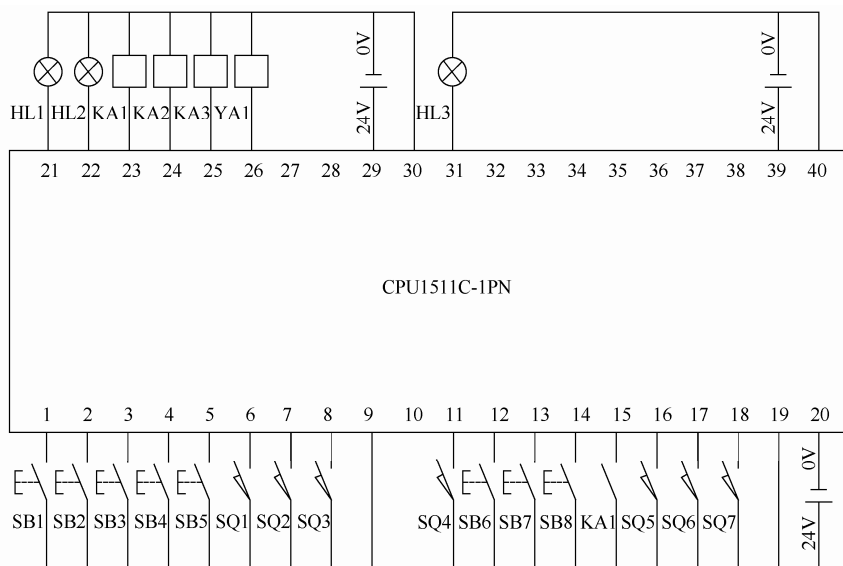

图 1-6 输入/输出接口
② 输入信号的设备的种类 输入信号可以是离散信号和模拟信号。当输入端是离散信号时，输入端的设备类型可以是限位开关、按钮、压力继电器、继电器触点、接近开关、选择开关以及光电开关等，如图 1-6 所示。当输入为模拟量输入时，输入设备的类型可以是压力传感器、温度传感器、流量传感器、电压传感器、电流传感器以及力传感器等。
② 输出信号的设备的种类 输出信号可以是离散信号和模拟信号。当输出端是离散信号时，输出端的设备类型可以是电磁阀的线圈、电动机启动器、控制柜的指示器、接触器线圈、LED 灯、指示灯、继电器线圈、报警器和蜂鸣器等，如图 1-6 所示。当输出为模拟量输出时，输出设备的类型可以是流量阀、AC 驱动器（如交流伺服驱动器）、DC 驱动器、模拟量仪表、温度控制器和流量控制器等。